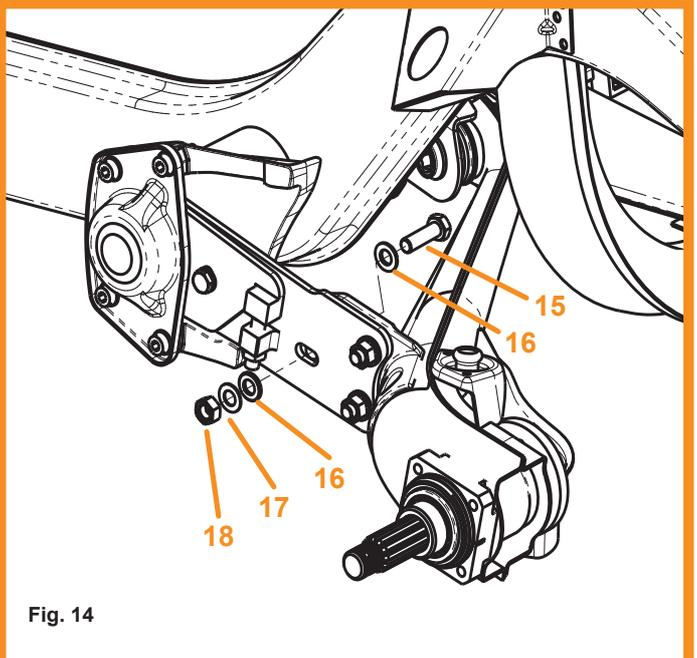

Fig. 14
- Use the M12x1.5x40 hex bolts to attach the spring plate to the IRS-arm. See Fig. 14. Do not fully tighten the bolts yet.
- Verbinden Sie das Drehstabschwert mit Hilfe der M12x1,5x40 Schrauben an dem Schräglenker. Siehe Fig. 14. Ziehen Sie auch diese Schrauben noch nicht entgültig fest.